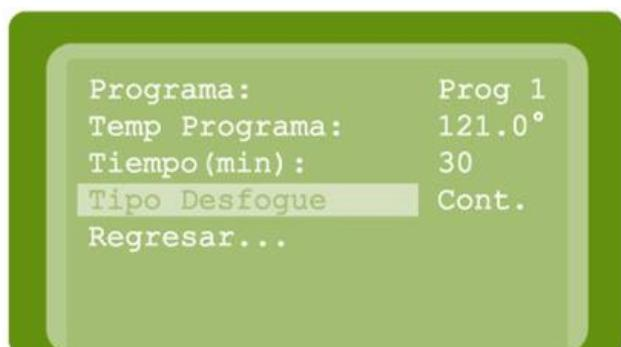

Figura 7
9. Para cambiar el tipo de desfogue, pulse la tecla **DECREMENTAR** y baje al renglón “Tipo Desfogue” (figura 7) pulse la tecla **ENTER**, el parámetro “Cont.” se pondrá intermitente, con la tecla **INCREMENTAR** o **DECREMENTAR** seleccione el tipo de desfogue requerido según su proceso. Para procesos de esterilización que contengan líquidos es recomendable que el desfogue sea intermitente, debido a que el proceso de esterilización el líquido se evapora y genera gases por lo cual un desfogue